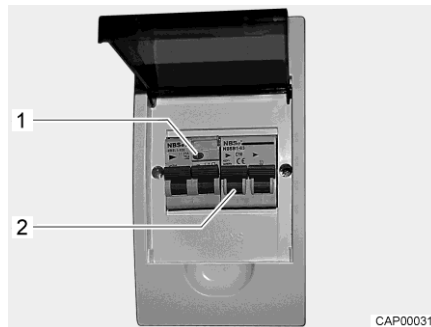

Bild 76 230 V-säkringslåda med ledningsskydds brytare och FI-brytare
En jordfelsbrytare (FI-brytare) i säkringslådan skyddar hela fordonet mot läckström (0,03 A). Den efterkopplade ledningsskydds brytaren (10 A) (Bild 76,2) säkrar 230 V-nätet.
- När fordonet är anslutet till 230 V-försörjningen: Tryck på kontrollknappen (Bild 76,1). Jordfelsbrytaren måste lösa ut.